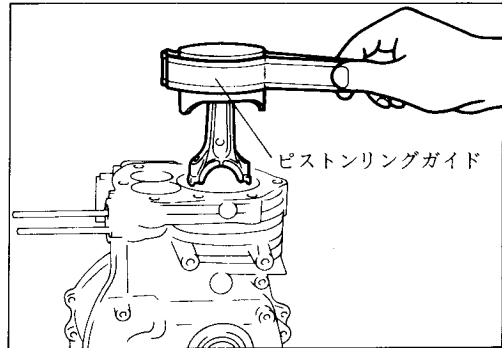

Fig. 5-4-5
(c) コネクティングロッドの組込みは Fig 5-4-5 のようにピストンリングガイドでおさえ（リングガイドがない場合はピストンリングを指先で押しながら木片等で軽くピストン上部をたたき押し込みます）コネクティングロッドの⑦マーク又は MAG マークをフライホイールマグネト側にして組付けます。